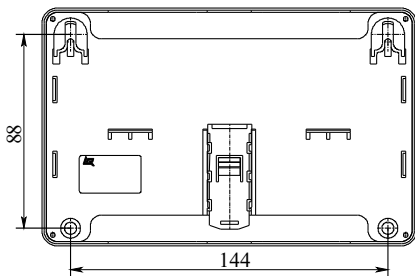

Рисунок 5
- в месте установки МКД просверлить два верхних отверстия под дюбели с шурупами диаметром 4 мм согласно установочным размерам (рисунок 5);